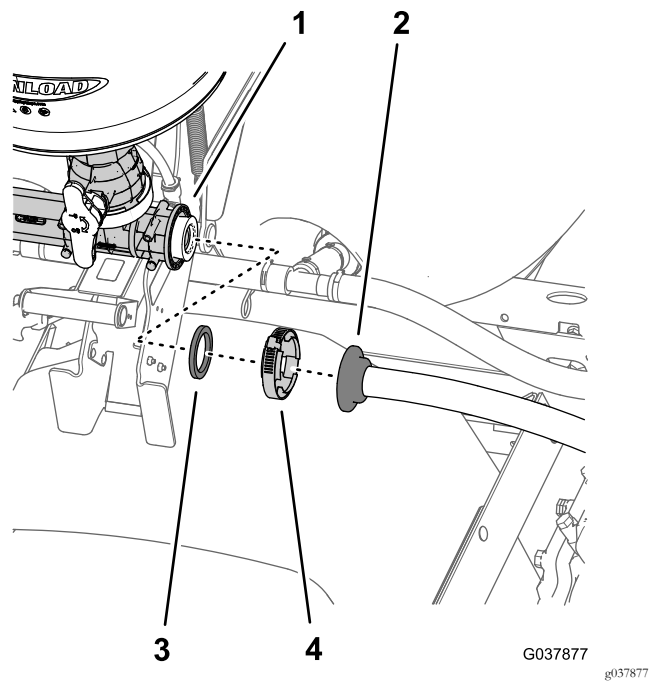

Bild 41
2. Trennen Sie das gerade, gezahnte Anschlussstück vom Ejektor ab und entfernen Sie die Dichtung (Bild 41).
1. Nehmen Sie die Flanschklemme ab, mit der das gerade, gezahnte Anschlussstück des Ejektorzulaufschlauchs am Zulaufflansch des Ejektors befestigt ist (Bild 41).